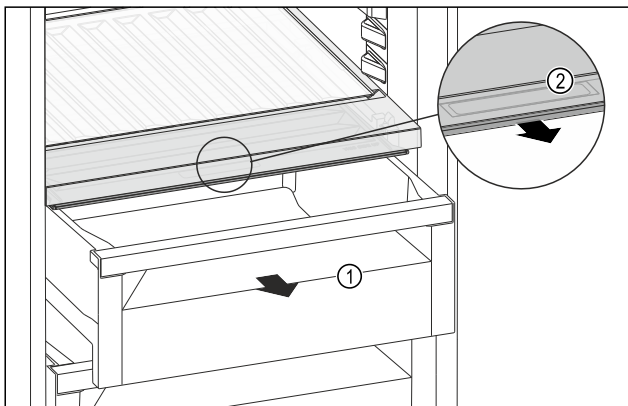

Fig. 158
- ▶ Retirer le tiroir Fig. 158 (1).
- ▶ Saisir la poignée encastrée Fig. 158 (2) du couvercle du compartiment et tirer le couvercle du compartiment par l'avant.